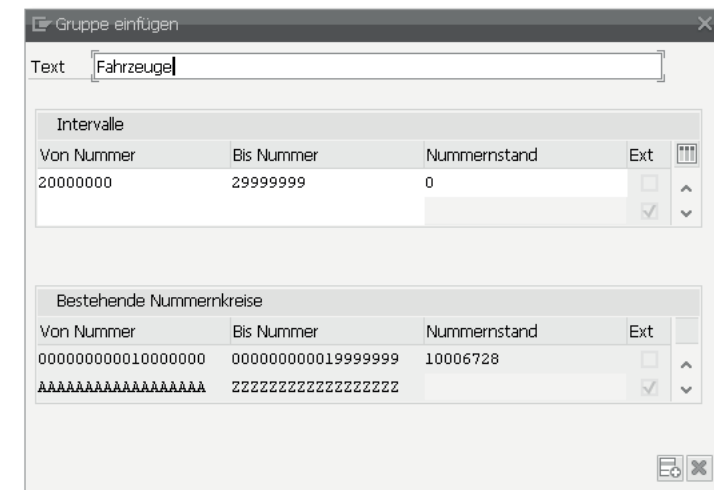

Abbildung 4.9 Nummernkreise
- ▶ Über die Menüfunktion GRUPPE • GRUPPE EINFÜGEN erhalten Sie die Möglichkeit, eine neue Gruppe anzulegen. Gleichzeitig fordert Sie das System auf, Nummernkreise festzulegen – einen internen und/oder einen externen (siehe Abbildung 4.9).